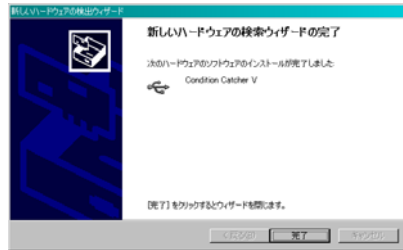
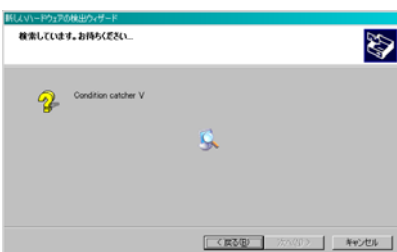

図 12. USBドライバのインストール画面3
図 11. USBドライバのインストール画面2
- ③図11の画面が表示された後、自動的にCDのドライブを検索し、パソコンにインストールされます。正常にインストールが完了すると、図12の画面が表示されます。